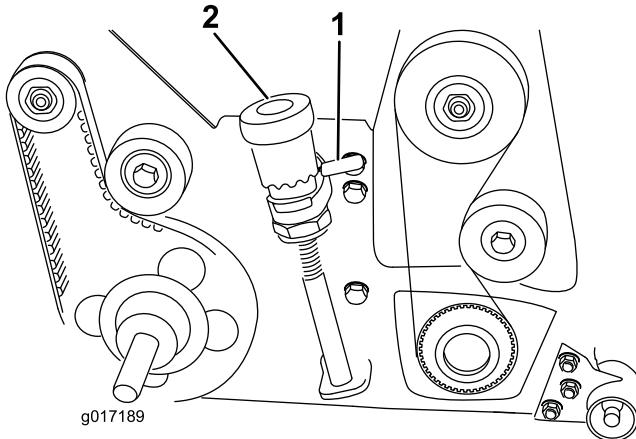

Bild 13
- Senken Sie die Groomingspindel mit den Express-Hubhebeln (beide Seiten) in die Groomingstellung ab (Bild 13).
und drehen es (Bild 13), um die Messerspitze anzuheben oder abzusenken. Jede Kerbe am Feineinstellhandrad entspricht einer Groomertiefe von ca. 0,17 mm (0,007").
Wichtig: Beim Transport der Maschine muss die Groomingspindel unbedingt in die Transportstellung angehoben werden. Drehen Sie zum Anheben der Groomingspindel den rechten und linken Express-Hubhebel so, dass sie nach hinten zeigen (Bild 13). Drehen Sie zum Absenken der Groomingspindel die Express-Hubhebel nach vorne.